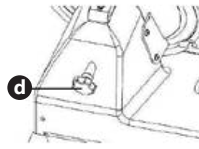

Imagen 6
- Para limpiar la cubierta protectora (3), suelte el tornillo (d) de la parte trasera del equipo (imagen 6) y presione en dirección a la cubierta. Retirar la cubierta protectora.